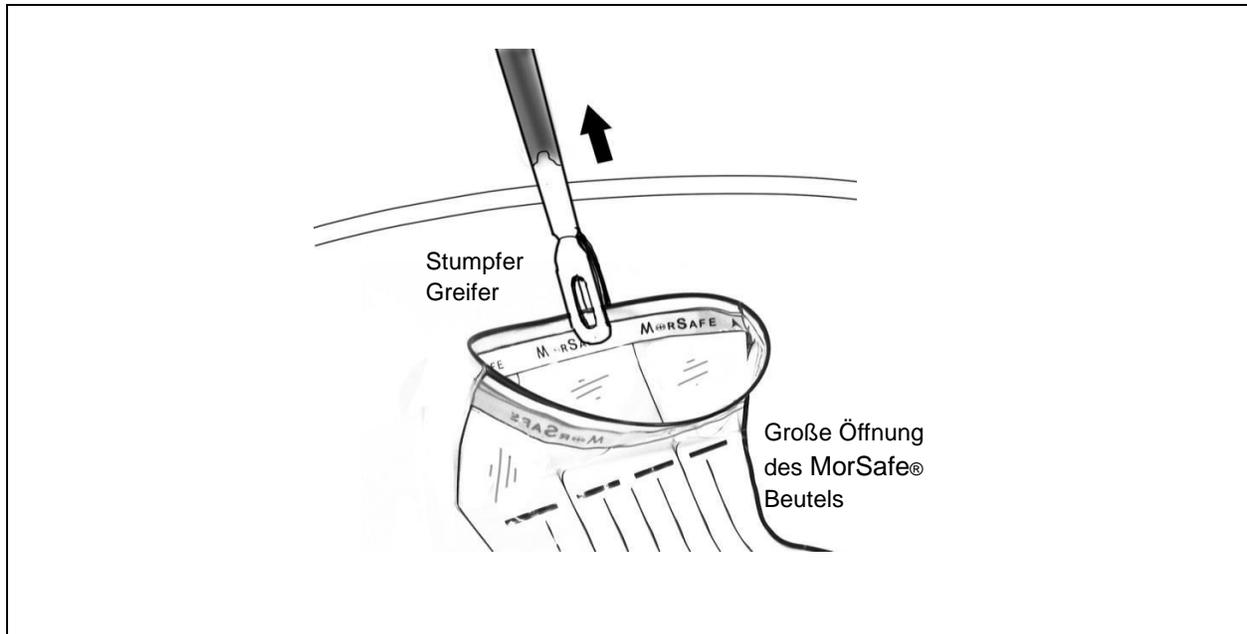

Abbildung 8: Bewegen der großen Öffnung des MorSafe® Gewebemorcellierungs-Beutels
- 9.5 Bewegen Sie die große Öffnung des MorSafe® Gewebemorcellierungs-Beutels mit einem stumpfen Greifer, bis sich die Öffnung wie in Abbildung 8 dargestellt von selbst öffnet.